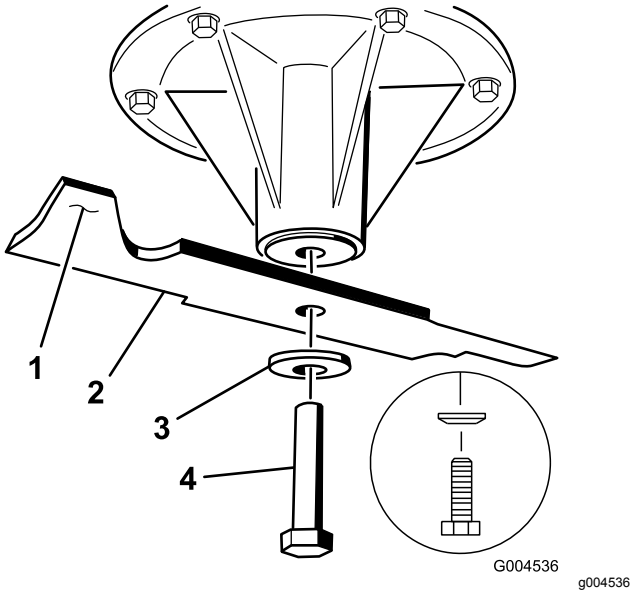

Figure 95
2. Enlevez de l'axe, le boulon, la rondelle bombée et la lame (Figure 95).
1. Placez la lame sur l'axe (Figure 95).
2. Montez la rondelle bombée et le boulon de lame (Figure 95).